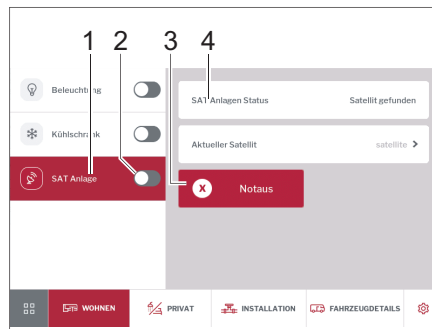

Fig. 272 Instalación de antena parabólica
- Encender o apagar la instalación de antena parabólica con el interruptor deslizante (Fig. 272,2).
- Tocar en la opción *Instalación SAT* (Fig. 272,1). El satélite seleccionado se muestra (Fig. 272,4).
- Tocar en la opción *Desconexión de emergencia* (Fig. 272,3) cuando el sistema se encuentre con una resistencia.